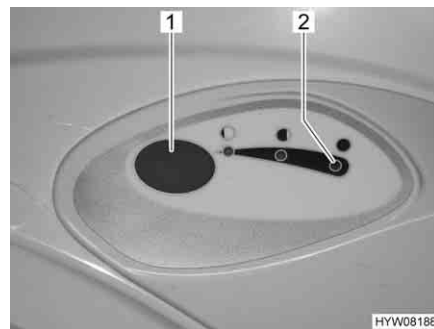

Fig. 157 Pulsante dello sciacquone/spia di controllo toilette Thetford
- Per sciacquare premere il pulsante blu (Fig. 157,1).
La spia di controllo (Fig. 157,2) si accende quando il serbatoio fecale deve essere svuotato.